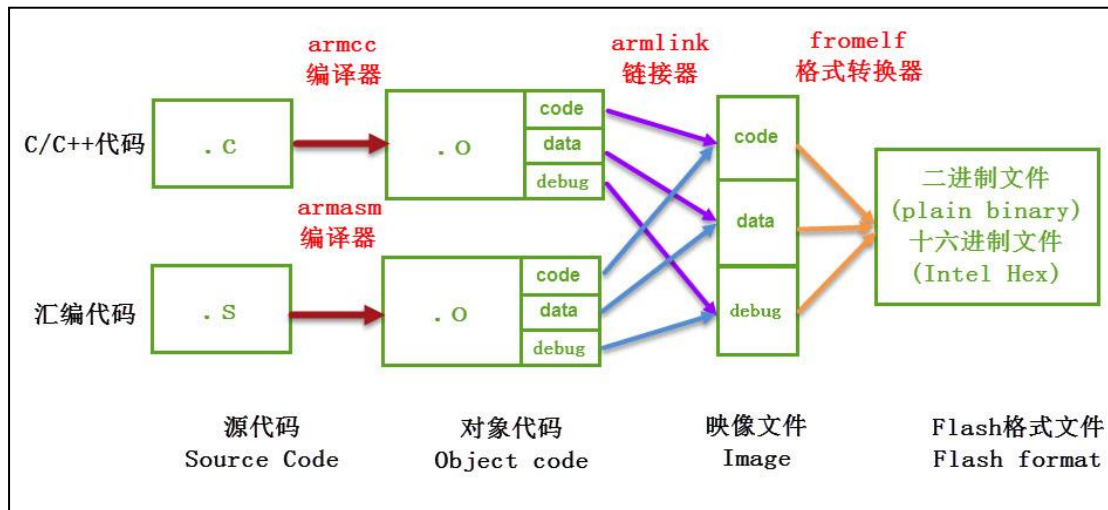

图 48-1 MDK 编译过程
首先我们简单了解下 MDK 的编译过程，它与其它编译器的工作过程是类似的，该过程见图 48-1。
- (1) 提示信息的第一部分说明构建过程调用的编译器。图中的编译器名字是“V5.06(build 20)”，后面附带了该编译器所在的文件夹。在电脑上打开该路径，可看到该编译器包含图 48-3 中的各个编译工具，如 armar、armasm、armcc、armlink 及 fromelf，后面四个工具已在图 48-1 中已讲解，而 armar 是用于把.o 文件打包成 lib 文件的。